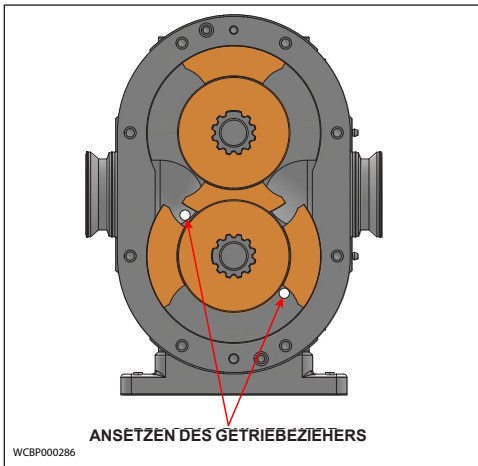

Abbildung 34 - Ansetzen des Getriebeziehers
3. Orientieren Sie die Rotoren senkrecht zueinander und entfernen Sie den Rotor zuerst mit beiden Flügeln freiliegend. Behandeln Sie die Rotoren vorsichtig, um Kerben und Kratzer zu vermeiden. Wenn der Rotor klemmt, verwenden Sie einen Abzieher oder Hartholzhebel hinter der Rotornabe, um ihn aus der Verzahnung zu zwingen (Abbildung 34).